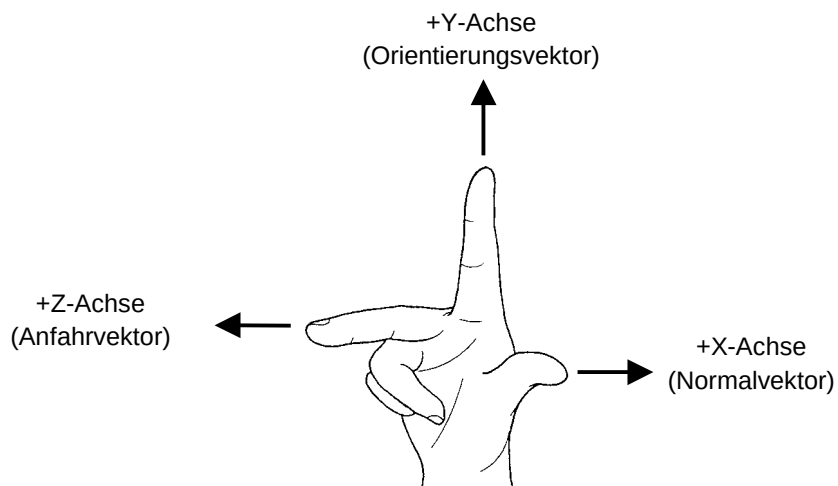

Abb. 2-5 Koordinaten der rechten Hand
- Wie in Abbildung 2-5 dargestellt, ist die X-Komponente definiert auf dem Normalvektor entlang der X-Achse (+) in den rechtshändigen Koordinaten, deren Y-Achse ein Orientierungsvektor und deren Z-Achse ein Anfahrvektor ist.